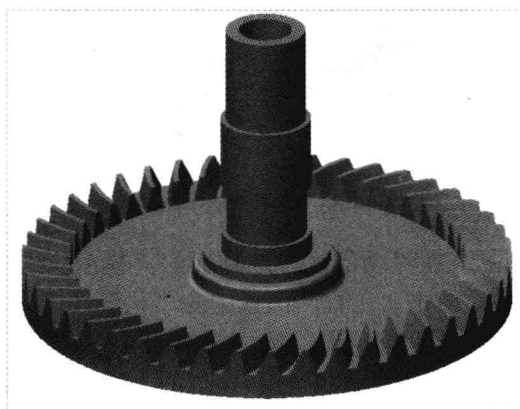

图 14-72 齿轮连轴效果
Step 12 在“孔”选项卡中，设置钻孔方式为“钻孔至与所有曲面相交”，单击“应用并保存在工具中所做的所有更改，然后关闭工具操控板”按钮, 完成孔特征的创建，此时即可完成齿轮连轴的制作，效果如图 14-72 所示。